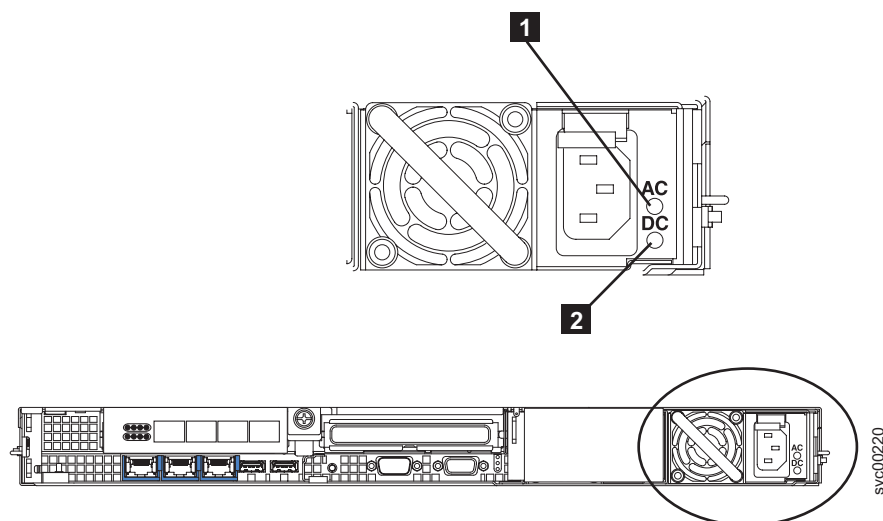

図 130. SAN ボリューム・コントローラー 2145-8G4 AC LED と DC LED
4. 電源機構上の AC 電源 LED **1** および DC 電源 LED **2** が点灯し (図 130 を参照)、電源機構が正しく作動していることを示していることを確認してください。2 つの緑色の LED は電源コード・コネクタの隣にあります。